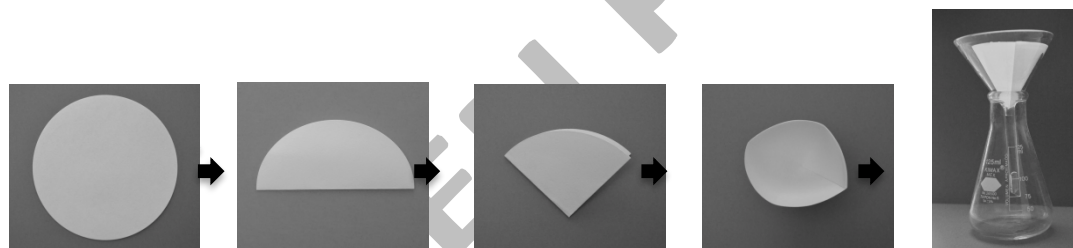

Figura 2. Doblado de papel filtro para la separación de la mezcla del vaso 1.
7. Doblar el papel filtro como se muestra en la Figura 2, colocarlo dentro del embudo de filtración y verter el contenido restante del vaso de precipitados 1, recibiendo el filtrado en un matraz Erlenmeyer de 125 mL. Al terminar la filtración agregar al vaso de precipitados, 1 mL de agua destilada para enjuagarlo, con la ayuda del gendarme, arrastrar la mezcla que hubiese quedado adherida y vaciarla al embudo. Si es necesario enjuagar nuevamente. En la Tabla 3 anotar los métodos de separación utilizados.